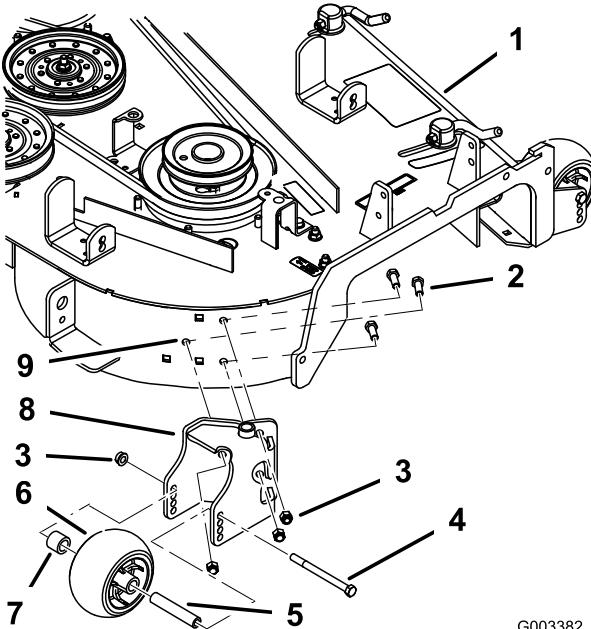

Figure 14
4. Percez 3 trous (10,3 mm (13/32 po) de diamètre) dans les avant-trous avec un foret bien affûté (Figure 13).	5. Installez le nouveau pivot à l'aide de 3 boulons (3/8 x 1 po) et 3 contre-écrous (3/8 po) insérés dans les trous percés (Figure 14).
6. Installez le galet anti-scalp sur le pivot à l'aide du boulon (3/8 x 4 1/2 po), de l'entretoise, de la bague et de l'écrou à embase (3/8 po) retirés précédemment, comme montré à la Figure 14.